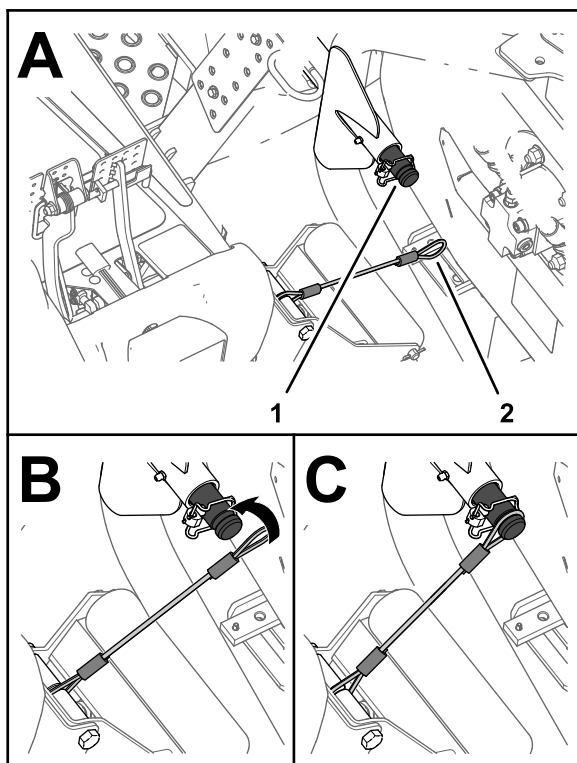

Figure 28
5. Placez le cordon devant l'arbre porteur du bras de levage de l'unité de coupe extérieure avant (Figure 28).
6. Enfilez la boucle du cordon sur l'arbre porteur jusqu'à ce que le cordon soit complètement engagé dans la rainure de l'arbre (**Figure 28**).